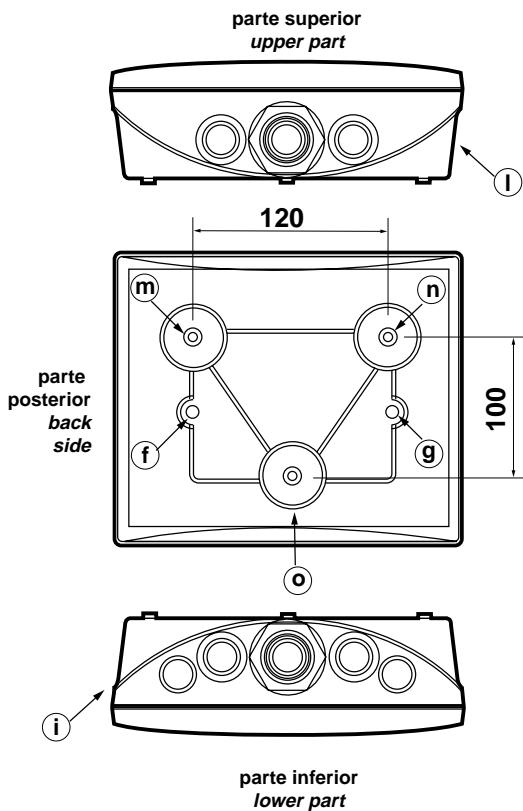

Fig. 1.3.1
5. En la parte posterior practicar dos agujeros (Fig. 1.3.1 en la parte prehoradada part. f, g).
Con referencia a la Fig. 1.3.1 y a los relativos particulares: